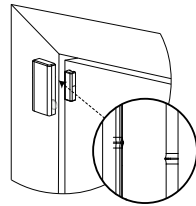

Figure 3: Device and magnet position on door and door frame
2. Positionnez l'appareil sur le dormant d'une fenêtre ou d'une porte et l'aimant sur la partie mobile de la porte ou de la fenêtre, alignés sur les repères. Voir la Figure 3.
3. Vissez le socle de l'aimant sur la porte, en prenant soin de l'aligner sur le récepteur. Voir la Figure 3. **REMARQUE:** Pour plus d'informations sur l'alignement, voir *Positions courantes de l'interrupteur magnétique*.